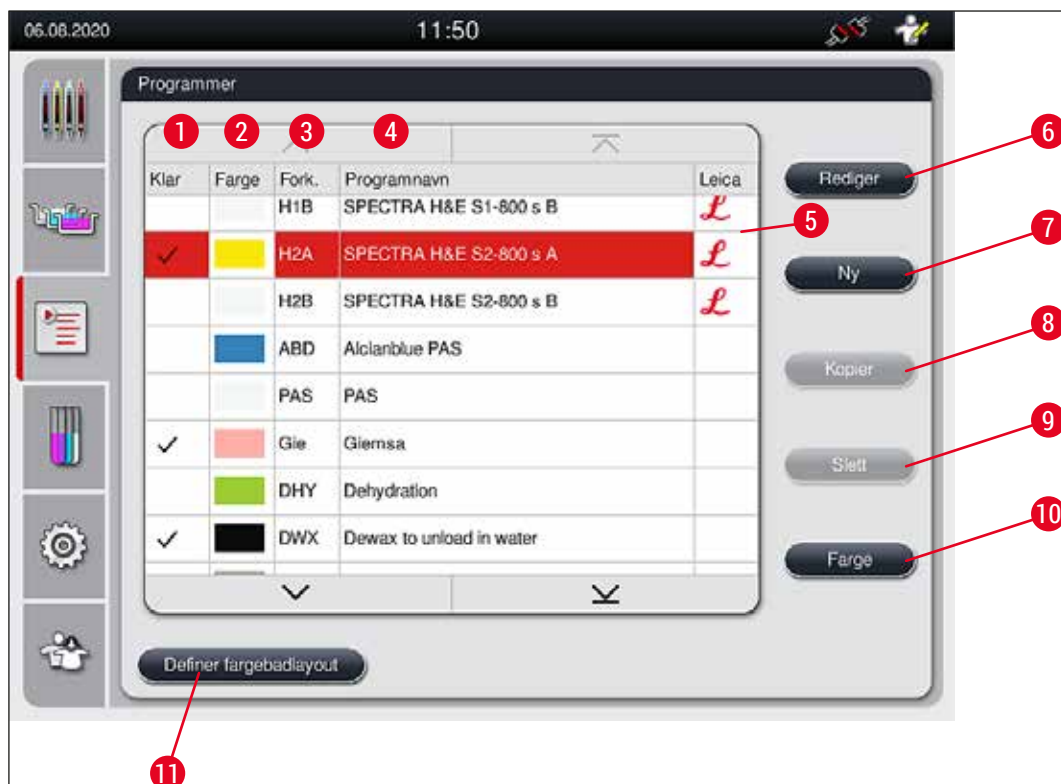

Fig. 41
- Du tilordner en stativhåndtaksfarge til et program ved å trykke på det aktuelle programmet i programlisten (→ "Fig. 41") for å velge det.
Noen Leica fargingsprogrammer kan brukes parallelt med forskjellige innstillinger (fargeintensitet, ovnstrinn) (→ S. 66 – 5.9.3 Tilpassing av Leica H&E fargeprogram). Disse programmene er dobbelt forhåndsinstallert i programlisten (→ "Fig. 41"). For å skille mellom disse dobbelt forhåndsinstallerte Leica H&E fargingsprogrammene vises forkortelsene S1A og S1B eller S2A og S2B i programlisten. Disse programmene inneholder nøyaktig de samme programtrinnene. Dersom to identiske programmer integreres i fargebadlayouten, må man også skanne og fylle to identiske Leica fargingssett.